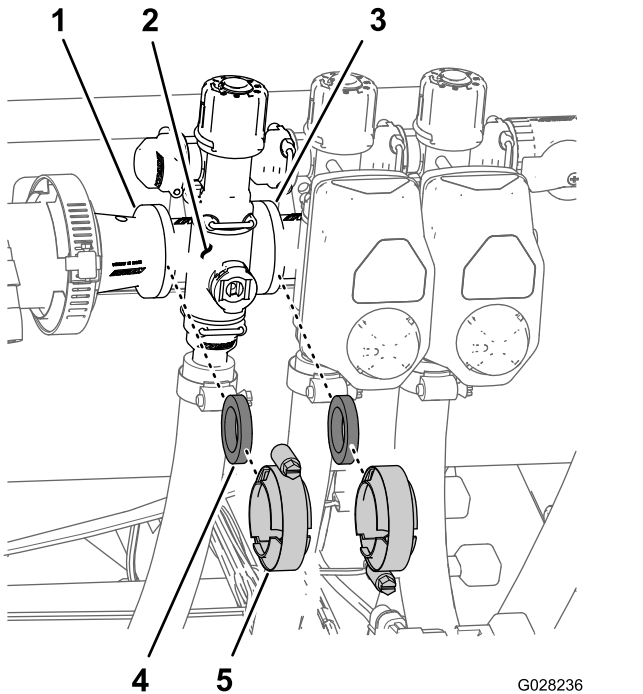

Bild 108
1. Entfernen Sie die Klemmen und Dichtungen, mit denen der Verteiler für das Abschnittventil (Bild 108) an dem danebenliegenden Abschnittventil (falls links, Abschnittventil und Reduzierkupplung) befestigt ist.